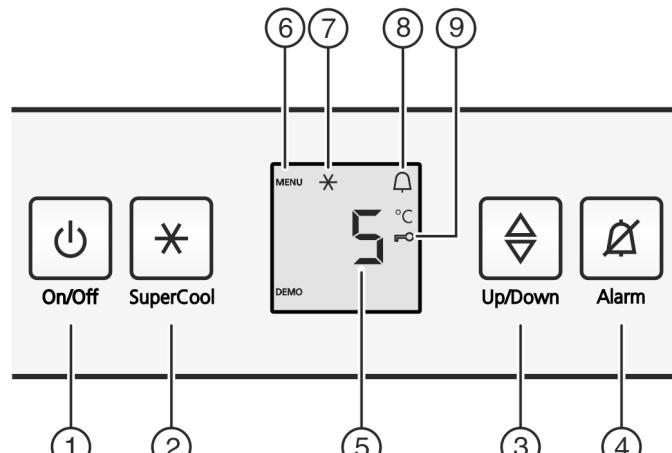

Fig. 2
- Нажать кнопку On/Off Fig. 2 (1).
- Нажмите кнопку «SuperCool» Fig. 2 (2) и удерживайте ее прим. 5 секунд.
- На индикаторе будет отображаться символ «Меню» Fig. 2 (6).
- Для подтверждения нажать и отпустить кнопку «SuperCool» Fig. 2 (2).
- На индикаторе горит символ «Защита от детей» Fig. 2 (9).
- Нажать и отпустить кнопку «On/Off» Fig. 2 (1).
- Нажмите кнопку Alarm Fig. 2 (4).
- Активация модуля регулировки температуры: нажмите кнопку настройки Fig. 2 (3).
- Температуру меняйте ступенями по 1 °C: нажимайте кнопку настройки Fig. 2 (3) до тех пор, пока на индикаторе температуры не будет высвеченa требуемая температура.
- Коротко нажмите кнопку SuperCool Fig. 2 (2).
- ▷ На индикации горит символ SuperCool Fig. 2 (7).
- ▷ Символ SuperCool Fig. 2 (7) на индикации гаснет.